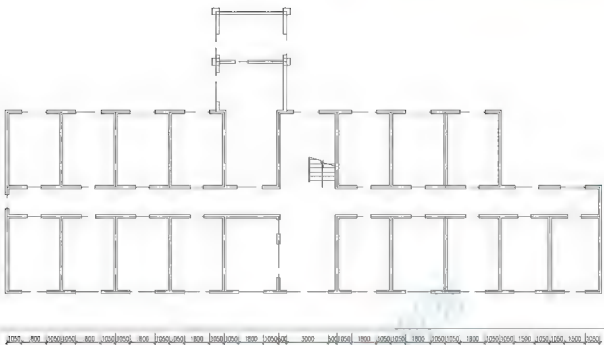

图 3.42 标注第一道尺寸线
② 在指定第二条尺寸界线原点或 [放弃 (U)/ 选择 (S)] < 选择 > 提示下, 用相同的方法依次向后操作, 结果如图 3.42 所示。在操作过程中, 可以透明使用【平移】命令调整视图, 以方便操作。